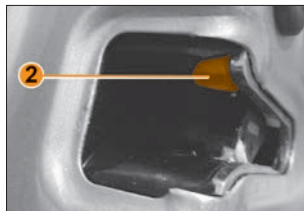

Рис. 1.3.4. Механическая блокировка замков дверей пассажиров
**Для запираания автомобиля при неисправном/отсутствующем ПДУ или неисправной аккумуляторной батарее:** при необходимости замки боковых дверей пассажиров можно заблокировать механически для исключения их открытия снаружи. Для этого на каждой двери опустите вниз флажок 2 (см. рис. 1.3.4), находящийся под механизмом замка, закройте дверь и проверьте снаружи автомобиля надежность блокировки.